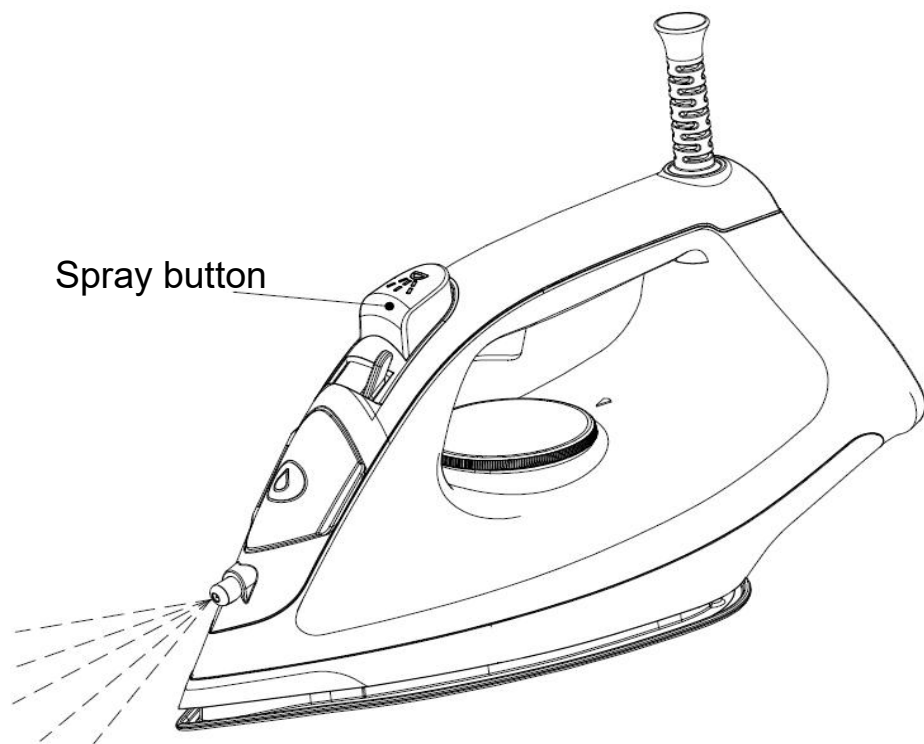

Fig.6
60. Mgielkę można rozpylić naciskając przycisk spryskiwania jeden raz (patrz rys. 6).